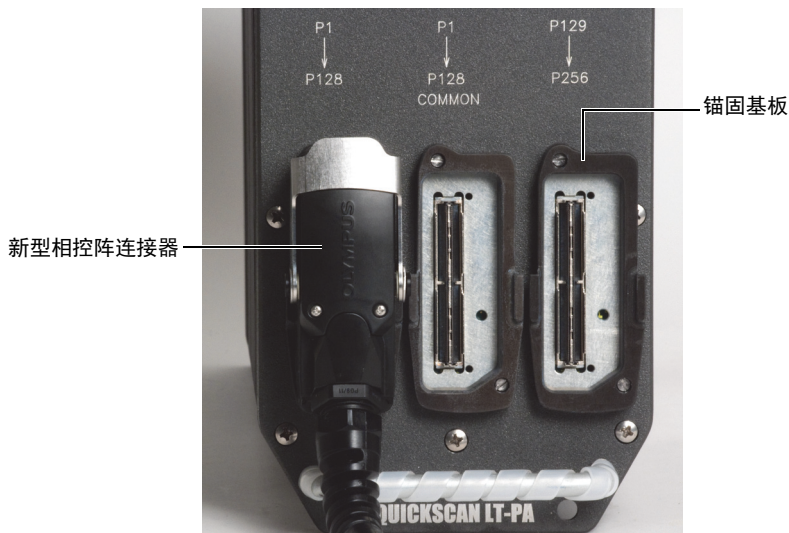

图 A-1 相控阵 — 新型 PA 连接器
Evident 开发了一款新型相控阵 (PA) 连接器。这种连接器具有符合 IP66 定级标准的防水性能, 而且更易于连接和断开连接 (参见第 71 页的图 A-1)。